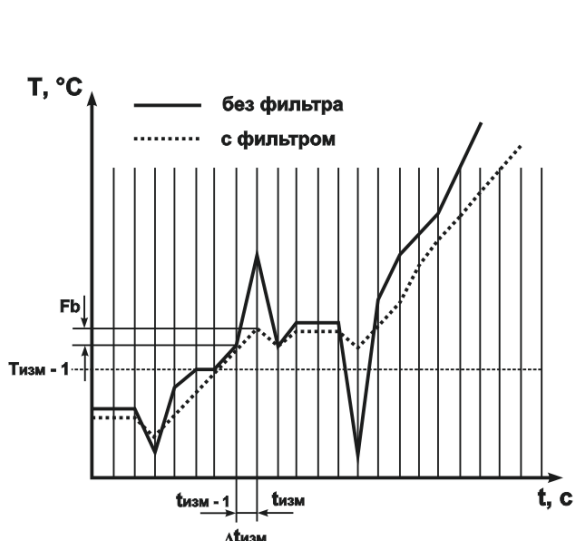

Рисунок 3
2.2.6.1 Полоса цифрового фильтра позволяет защитить измерительный тракт от единичных помех и задается в градусах Цельсия ($^{\circ}\text{C}$). Если измеренное значение «Тизм» отличается от предыдущего «Тизм-1» на величину, большую, чем значение параметра $F_{\text{Гб}}$, то изделие присваивает ему значение, равное («Тизм» + $F_{\text{Гб}}$) (рис. 3). Таким образом, характеристика сглаживается.